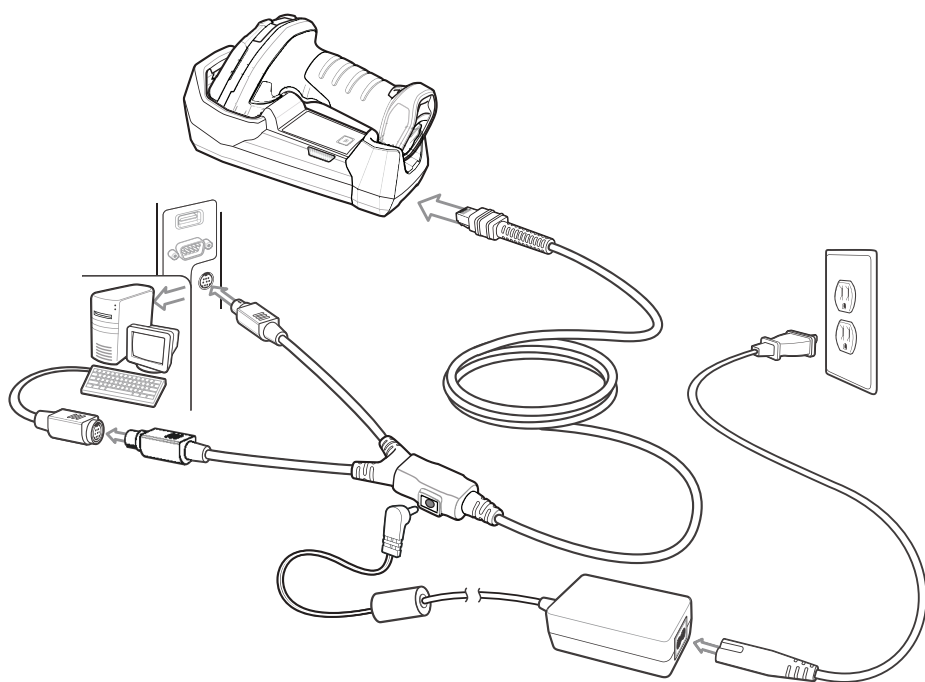

図 11-1 Y ケーブルによる DS3678 への キーボード インタフェース 接続
- ✓ **メモ** 必要なインタフェース ケーブルは、設定によって異なります。図 11-1 のイラストに示したコネクタは、あくまでも例です。コネクタはイラストと異なる場合がありますが、クレードルを接続する手順は同じです。